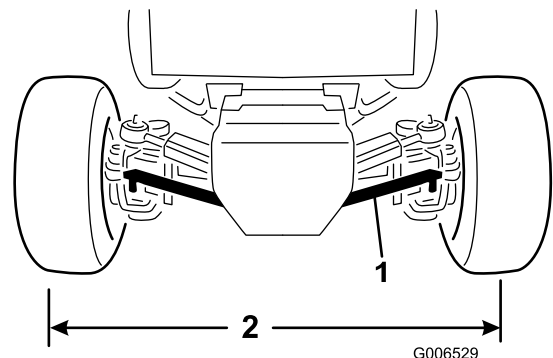

Bild 65
1. Entfernen Sie die Splinte und Kronenmuttern ab, mit denen das Kugelgelenk der Zugstange an der Befestigungshalterung an der Achse befestigt ist. Entfernen Sie das Kugellager von der Achse (**Bild 65**).
3. Drehen Sie das Kugelgelenk der Spurstange, bis der Abstand von Mitte zu Mitte an der Vorder- und der Rückseite der Hinterräder gleich ist (Bild 65).